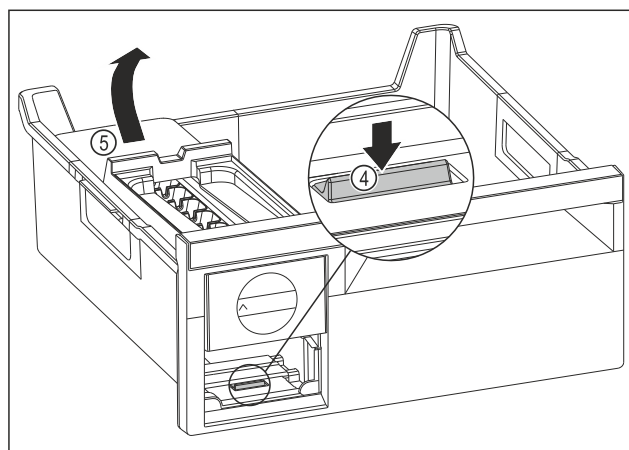

Fig. 91
- ▶ Estrarre il corpo dell'EasyTwist-Ice: Con un dito spingere la linguetta Fig. 91 (4) verso il basso e allo stesso tempo, con l'altra mano, sollevare il corpo dell' EasyTwist-Ice Fig. 91 (5) da dietro.